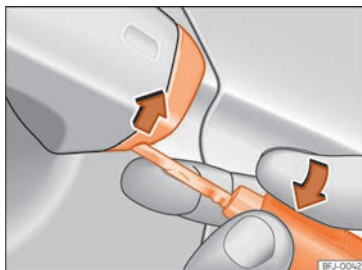

Fig. 86 Manecilla de la puerta del conductor: desprender la tapa haciendo palanca.
- Introduzca el espadín en la abertura inferior de la tapa de la manecilla de la puerta del conductor » **fig. 86** y eleve la tapa de abajo hacia arriba.